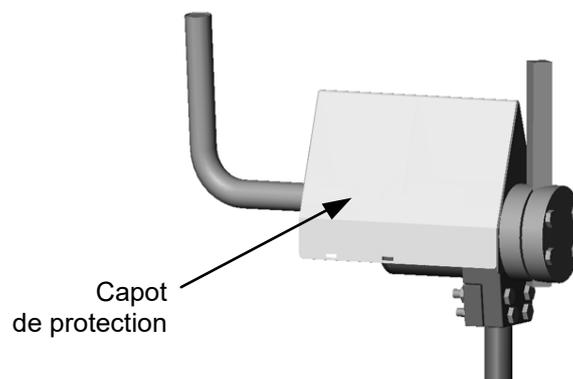

Figure 3: capot de protection placé sur la tête de la sonde
- Un capot protecteur peut être placé sur la tête de la sonde pour la protéger des chutes de matériau et d'une accumulation inutile de matériau (Figure 3).